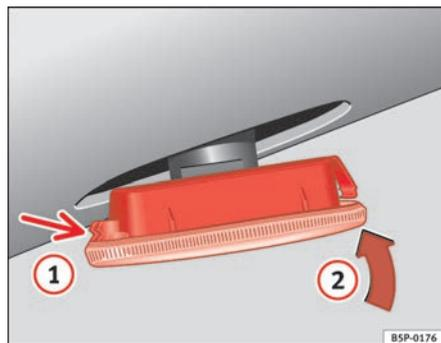

Fig. 173 Indicatori di direzioni laterali
- Prima collocare l'intermittente nel foro della carrozzeria, incastrando le linguette ⇒ fig. 173, freccia ①.
- Inserire l'indicatore di direzione come indicato dalla freccia ② ⇒ fig. 173. ■